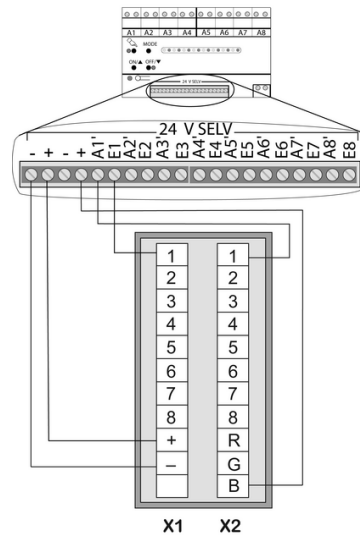
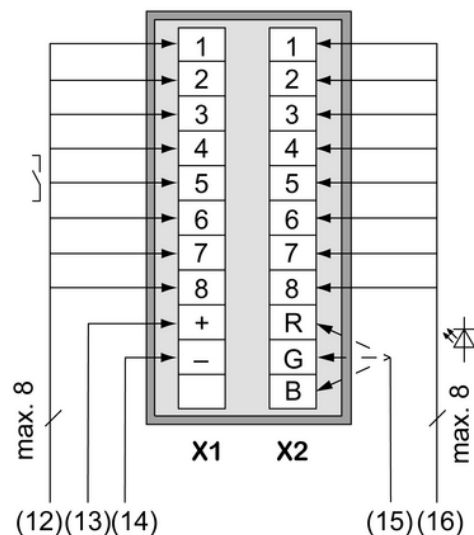

Figure 3: Exemple de raccordement du canal 1 avec LED d'état et LED de fonctionnement bleue.
Figure 4: Exemple de raccordement du module touche sensorielle 4 voies
- (6) Module touche sensorielle
- (7) Cache du porte-étiquette
- (8) Vis de fixation, plastique
- (9) Touches
- (10) Câble de raccordement, max. 19 fils
- (11) Vis pour boîtiers
- Monter la bague support (4) dans la bonne position sur le boîtier d'appareillage. Respecter le marquage **TOP** = haut. Utiliser exclusivement les vis pour boîtiers (11) fournies.
- Placer le cadre (5) sur l'anneau support.
- Raccorder le module touche sensorielle (6) en suivant le modèle de raccordement à la station relais ou à la station télévariateur (figure 3)(figure 4).